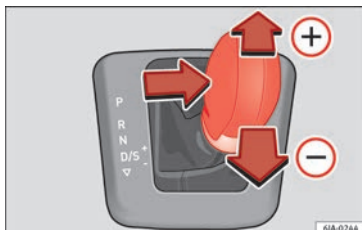

Abb. 180 Wählhebel: Tiptronic.
- Drücken Sie den Wählhebel sanft nach vorne **+** » Abb. 180.
- Ziehen Sie den Wählhebel sanft nach hinten **-** » Abb. 180.